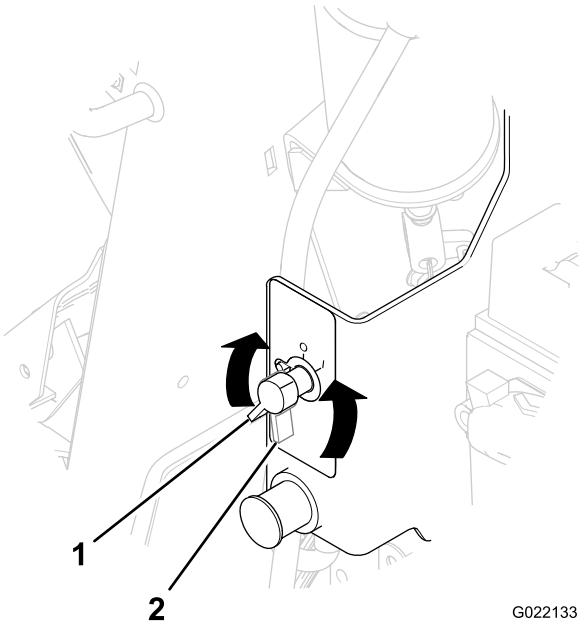

Figure 60
2. Tournez le coupe-circuit de la batterie dans le sens antihoraire pour le mettre dans la position de coupure (Figure 60).